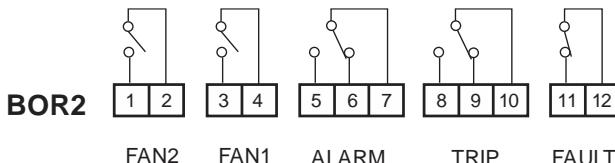
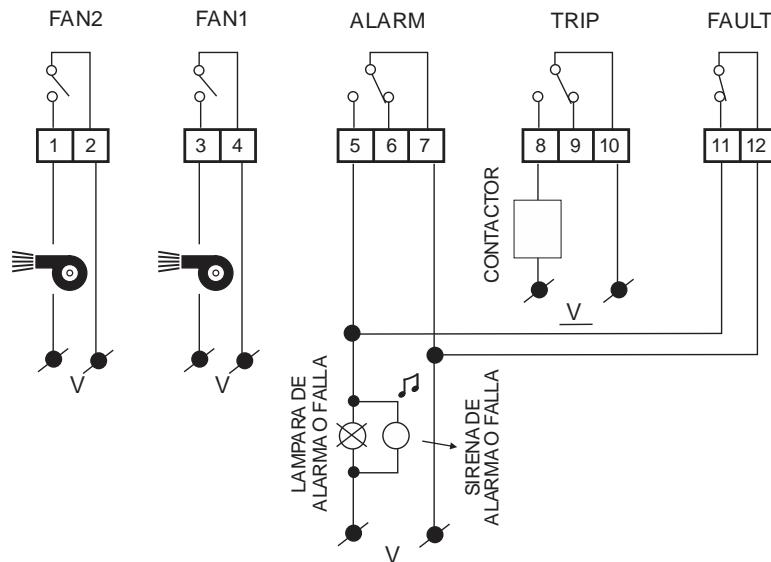

Figura 3 – Conexiones de los Relays de Alarma y Ventilación
Figura 6 – Esquema de conexión
- Hace la lectura de las sondas S1, S2, S3 y Tamb. Caso alguna de ellas registre temperatura superior al valor programado en ALARM en 1°C por 5s, el led ALARM encenderá. Caso la situación continúe por más de 15s, activará el relay ALARM, contacto cerrado entre los terminales 5 y 7 (Figura 3). Si se presiona la tecla  por más de 5s, el relay ALARM va abrir los contactos 5 y 7 (es útil caso el relay de alarma esté conectado a una campana y se deseza interrumpir el sonido), todavía el led ALARM continuará encendido hacia la temperaturas de todas as sondas se quede bajo el valor programado en alarma. El relay ALARM solo accionará otra vez después de salir de la situación actual de alarma.
- Si la temperatura sigue en aumento y en uno o más sensores se supera en 1°C durante 5s el valor de TRIP, se encenderá la lámpara TRIP como preaviso de la situación, si la misma persiste tras 15s se activara el relay de TRIP contacto cerrado entre 8 y 10 (Figura 3). Cuando se activa TRIP estará también activa la condición de ALARM ya que es una instancia previa a TRIP.
- Cuando la temperatura baja en 1°C el valor de TRIP, se apagará la lámpara TRIP y el relay de TRIP vuelve a la condición anterior, contactos abiertos entre 8 y 10 (Figura 3).
- Cuando la temperatura baja en 1°C el valor de Alarma, se apagará la lámpara ALARM y el Relay de ALARM vuelve a la condición de anterior, contactos abiertos entre 5 y 7 (Figura 3).
- Prueba de presencia o falla de los sensores PT100: Las fallas posibles de detectar son de sensor abierto o cortocircuito del PT100. Si detectar la ausencia o falla en algún sensor, indicará en la pantalla el mensaje **FLt** seguido del nombre de los sensores que están con problema (**S1, S2, S3** o **LB**). El led FAULT, junto con los leds de los sensores con falla, parpadeará. El relay FAULT va cerrar, contacto cerrado entre 11 y 12 (Figura 3). Si el equipo salir de la condición de falla, el led FAULT apagará y el relay va abrir, contacto abierto entre 11 y 12 (Figura 3).
- Cuando se supera la temperatura Fon (Fan on) por un lapso superior a 15s se activará FAN1 (Figura 3, contactos 3 y 4 cerrados). Los contactos se reponen cuando la temperatura desciende al valor de Fof (Fan off). Análogamente, lo mismo ocurre con los parámetros de FAN2 y el relay FAN2 (Figura 3, contactos 1 y 2).
En la Figura 3 es presentado esquema de conexión de los relays de salida del controlador. De acuerdo con la Figura 6, el relay FAULT opera normalmente activado, o sea, el controlador presentará falla mismo si falte alimentación en el conector BOR3.